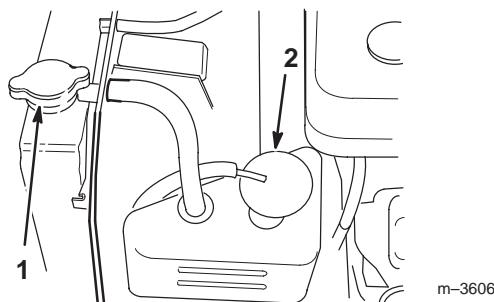

Figure 33
3. Enlevez le bouchon de radiateur et le bouchon du vase d'expansion (Fig. 33).